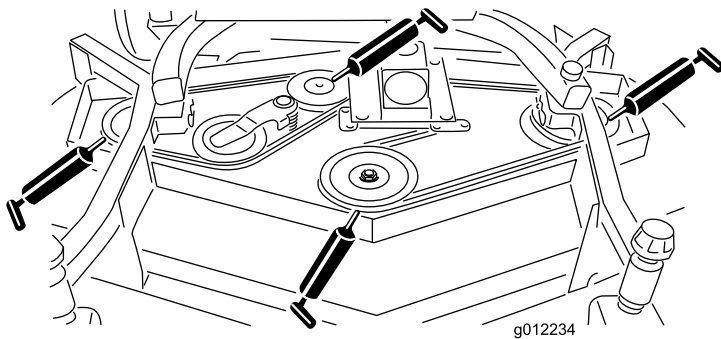

Figure 20
- Paliers d'axes de pivot (3) (sous la poulie) (Figure 20)
- Roulements d'axe de bras de poulie de tension (Figure 20)